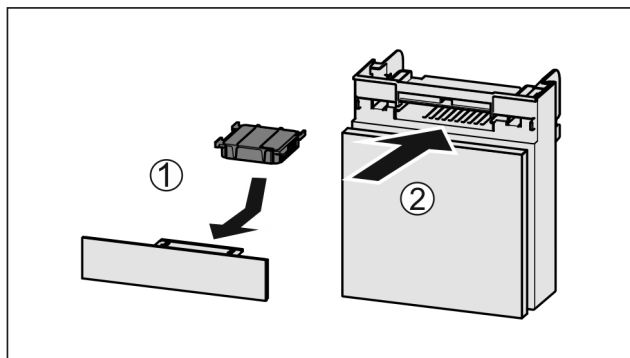

Fig. 146
- Inserire il vano Fig. 146 (2).